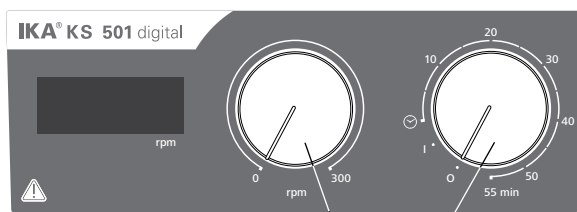

Fig. 3
- ☞ Para encender el aparato, gire el mando giratorio de "encendido y apagado" y "temporizador" (B, véase Fig. 3) hacia la derecha hasta la posición "1".
- ☞ Para ajustar el régimen de revoluciones del motor, utilice el mando regulador de "velocidad" (C, véase Fig. 3). Este régimen puede ajustarse de 0 a 300 rpm.